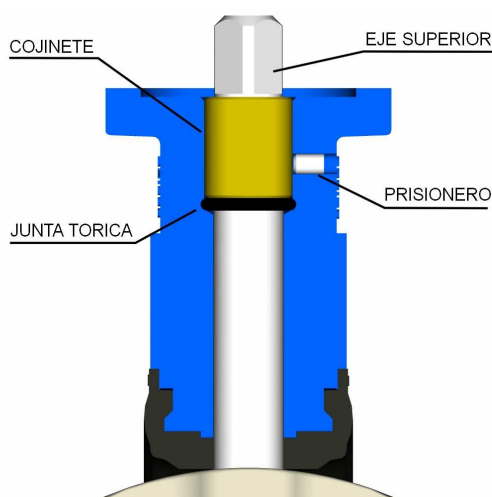

FIG.5
5.- Introducir el eje prestando especial atención a que esté alineado este con la mariposa (ya que posicionan mediante el grafilado). Golpeamos con el mazo de nylon hasta que quede correctamente montado (Fig.5).
6.- Para bloquear el eje, montar el prisionero hasta hacer tope en el casquillo, a continuación dar media vuelta de llave al prisionero en sentido contrario, para que no exista rozamiento entre las dos partes a la hora de maniobrar la válvula (Fig.5 Izquierda).
6.- Para bloquear el eje, montar el prisionero hasta hacer tope en el casquillo, a continuación dar media vuelta de llave al prisionero en sentido contrario, para que no exista rozamiento entre las dos partes a la hora de maniobrar la válvula (Fig.5 Inferior).